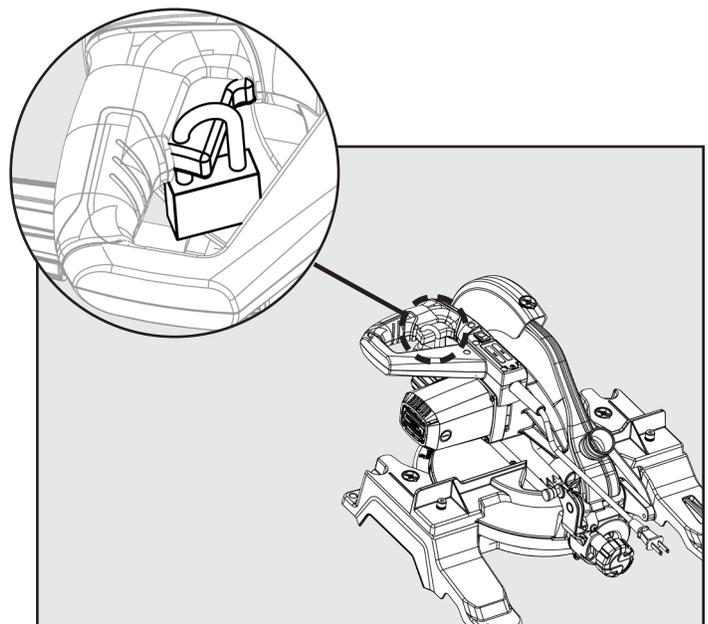

FIGURE 14
10. Si le haut ou le bas de la face de la lame n'est pas parfaitement aligné avec l'équerre, référez-vous à la figure 14 ci-dessous et effectuez les opérations suivantes.
Pour empêcher les personnes non autorisées d'utiliser la scie, un cadenas (non compris) peut être installé dans l'orifice de verrouillage situé sur le commutateur, comme illustré à la figure 14. Assurez-vous que le cadenas est bien fermé avant de laisser la scie sans surveillance.